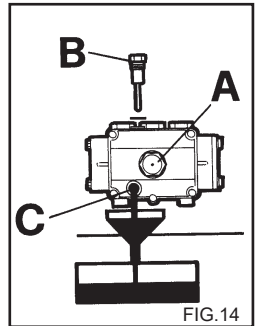

FIG. 14
- 2) Løsne korken med målepinnen (fig. 14).